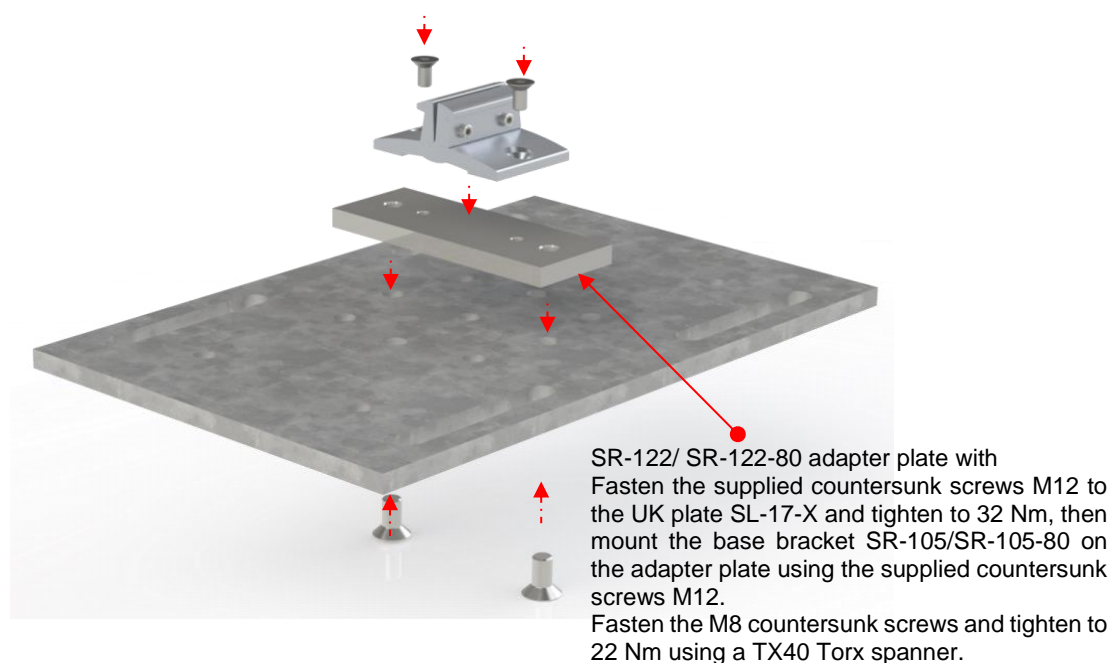

Fig. 6 Mounting base bracket SR-105 on adapter plate SR-122 for substructure plates SR-017
7. To assemble the individual parts **Fehler! Verweisquelle konnte nicht gefunden werden.** - Fig. 6 from chapter 5.